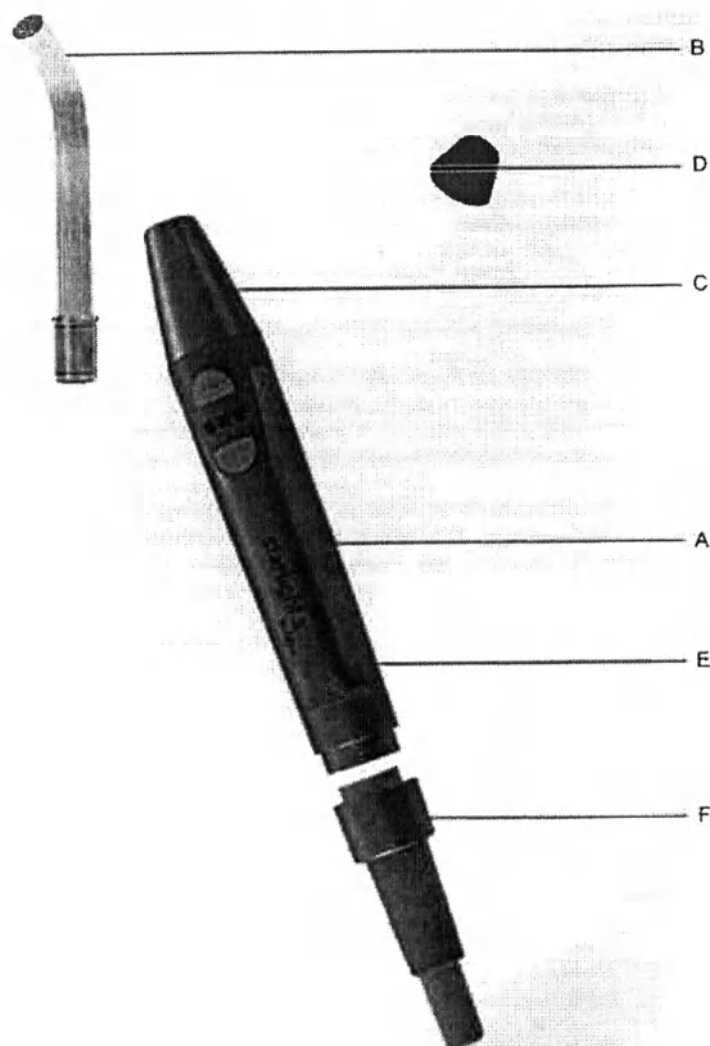

Рис. 1
Серийный номер ручного блока "Старлайт SLER" выгравирован на задней части, как показано на рис. 1 - Е.
- 1 Ручной блок "Старлайт SLER" (рис. 1 - А).
- 1 Световод (рис. 1 - В).
- 1 Оптическая защита (рис. 1 - D).